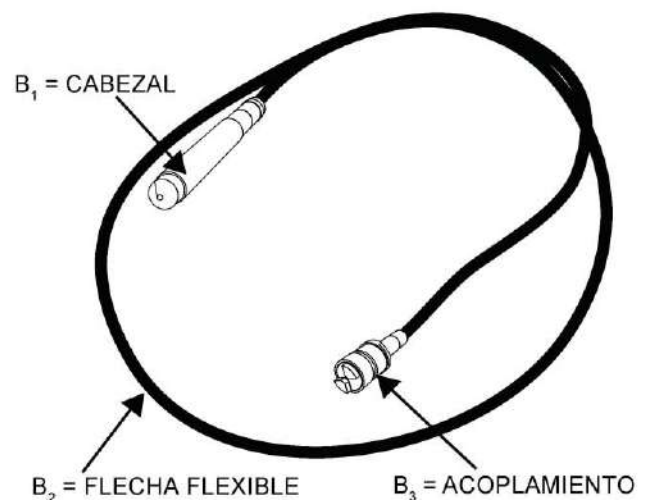

FIGURA 14. CONJUNTO VIBRADOR
- b) Conjunto flexible (figura 14)
b) Los conjuntos flexibles CIPSA AA están formados de tres partes principales: (figura 14)